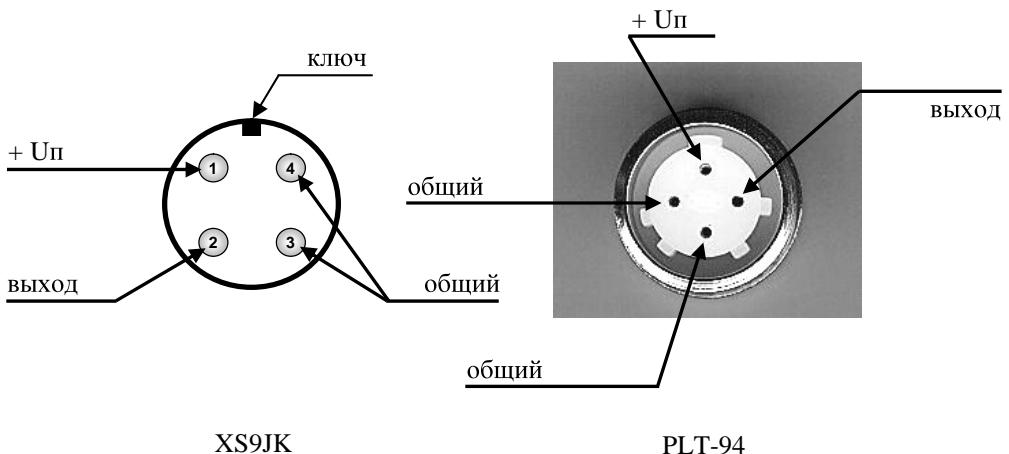

рис.1
2.4. Унифицированное расположение выводов разъёма XS9JK-4P/4 или PLT-94 для ГС с выносным датчиком показано на рис.1.